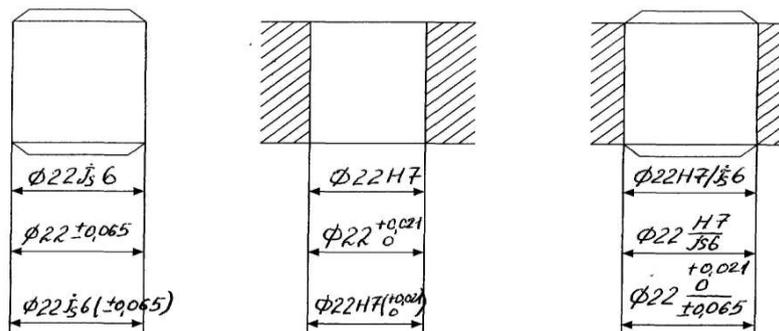

Рис. 2: Эскизы деталей и соединения для примера с тремя вариантами простановки размеров
5. Выполнить эскизы вала, отверстия и сборочного узла, проставить на них отклонения размеров всеми способами (рис. 2).